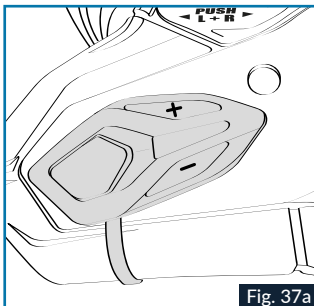
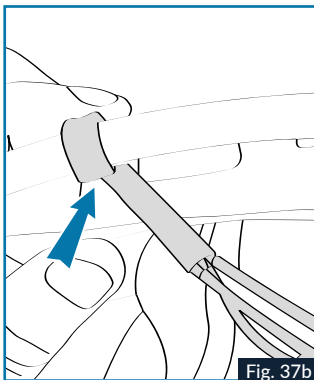

Fig. 37a
Fig. 37b
6. Kleben Sie das Hauptbedienfeld mithilfe des doppelseitigen Klebebands am Bedienfeld an die dafür vorgesehene Stelle (Abb. 37a). Führen Sie das Flachbandkabel zwischen die Kalotte und das Styroporwangenpolster links neben dem Clip-Liner (rotes Teil) ein (siehe Abb. 37b).